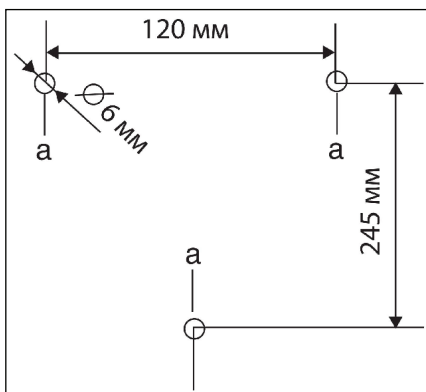

Figura 2
2. Folosind șablonul de instalare inclus, găuriți trei găuri de 6 mm în perete. Introduceți diblurile (Figura 2) în găurile realizate.